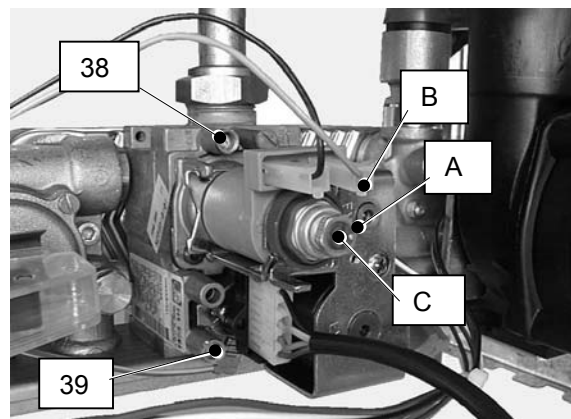

Fig. 6.4
| 2  | Open the gas valve inlet pressure test point (39 in Fig. 6.4) at the valve input, connect a suitable pressure gauge, check the gas pressure of the supply network and compare the value on the gauge with the value indicated in the sections 4.5, 4.6 or 4.7(gas supply pressures).   | 2  | Откройте клапан для проверки давления газа (39 на рис. 6.4), подключите соответствующий измерительный прибор, измерьте давление газа в сети и сравните его показания со значением, указанным в разделе 4.5, 4.6 или 4.7 (давление газа в сети).  |
| 4  | Loosen the internal screw 38 (Fig. 6.4) on the Outlet Pressure Test Point of the Gas Valve and connect a pressure gauge using a suitable hose.   | 4  | Ослабьте внутренние болты 38 (рис.6.4) на выходной контрольной точке газового клапана и подсоедините датчик давления, используя подходящий шланг.  |
| 8  | To adjust the pressure rotate the maximum gas pressure adjustment (A in Fig. 6.4) until you obtain the required pressure (by rotating clockwise the pressure increases).   | 8  | Чтобы увеличить давление, поверните регулировку максимального давления газа (А рис. 6.4) до тех пор, пока Вы не получите необходимое давление (при вращении по направлению часовой стрелки, давление возрастает)   |
| 10 | Disconnect the gas modulator coil by removing the electrical connector B (Fig. 6.4)  | 10 | Отключите модулирующую газовую катушку, отсоединив электрический контакт В (рис.6.4).  |
| 12 | Check the minimum gas pressure and compare the value on the gauge with the value indicated in the sections 4.5, 4.6 e 4.7(gas pressures at the burner), accordingly with the model of boiler installed. To adjust the pressure rotate the minimum gas pressure adjustment (C in Fig. 6.4) until you obtain the required pressure (by rotating clockwise the pressure increases). | 12 | Проверьте минимальное давление газа и сравните его значение со значениями, указанными в разделах 4.5, 4.6 и 4.7 (давление газа на горелке), в соответствии с установленной моделью котла. Чтобы увеличить давление, поворачивайте регулятор минимального давления газа (С на рис.6.4) до тех пор, пока не получите необходимые показатели (при вращении по направлению часовой стрелки, давление возрастает) |
- 3 Unscrew the gas valve's outlet pressure test point 38 (Fig. 6.4) and connect a pressure gauge.
- 3 Отвинтите винт контрольной точки 38 газового клапана (рис. 6.4) и подсоедините прибор измерения давления.